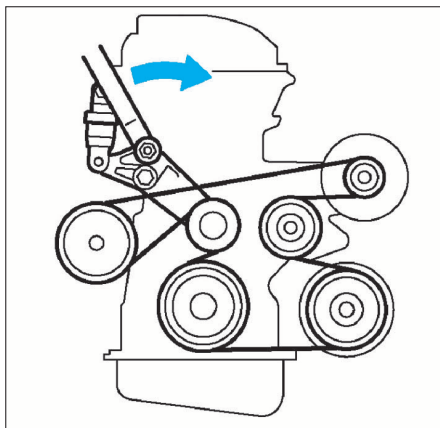

FIG. 44
- Tourner la vis de la poulie de tendeur automatique (flèche) dans le sens des aiguilles d'une montre, afin de relâcher la tension de la courroie (fig. 44 et 45).